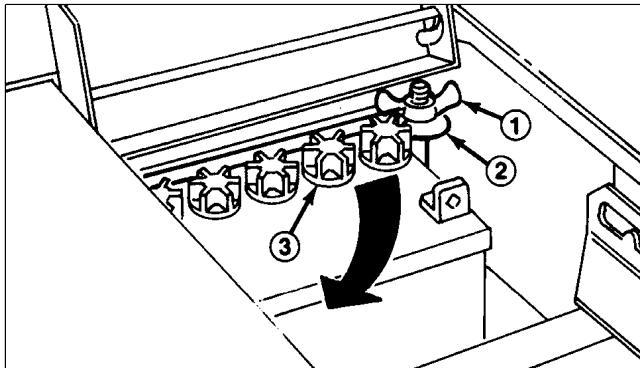

Abbildung 7
2. Die Flügelmuttern, mit denen die Batterie abgesichert wird, entfernen (Abb. 7).